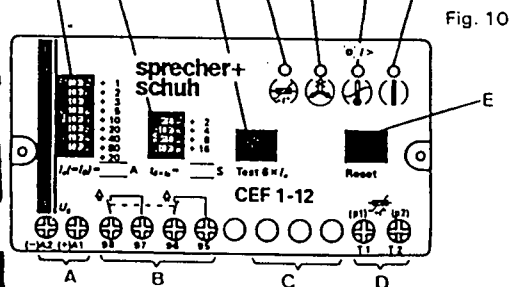

Fig. 10
**Einstellbereich** (Fig. 10, K):
**4.2.2 Exemple d'un réglage du temps de déclenchement.** Temps de déclenchement (selon Pt. 4.2.1.f) = 24 s. Déplacer les commutateurs 3 et 4 (Fig. 10, K) vers la droite:  $16 \text{ s} + 8 \text{ s} = 24 \text{ s}$ .
**4.3 Les fonctions «Protection contre les défaillances de phase et les asymétries»** (Fig. 10, H), «Indication de courant de surcharge» (Fig. 10, G: clignotements de la diode lumineuse rouge si le courant dépasse  $1,1 \times I_e$ ) et «Réarmement automatique» (Option) sont réglées en usine.
Trip time determined (in accordance with point 4.2.1.f) = 24 s. Slide switches 3 and 4 (Fig. 10, K) moved to the right:  $16 \text{ s} + 8 \text{ s} = 24 \text{ s}$ .
**4.3 The functions «single-phasing and asymmetry protection»** (Fig. 10, H), «overcurrent indication» (Fig. 10, G: flashing red LED at  $1.1 \times I_e$ ) and «auto-matic reset» (option) are set at the factory.
Schalter 3 und 4 (Fig. 10, K) nach rechts stellen:
4.3 Die Funktionen «Phasenausfall- und Asymmetrieschutz» (Fig. 10, H), «Überstromanzeig» (Fig. 10, G: blinken der roten LED bei  $1,1 \times I_e$ ) und «automatische Rückstellung» (Option) sind ab Werk fest eingestellt.